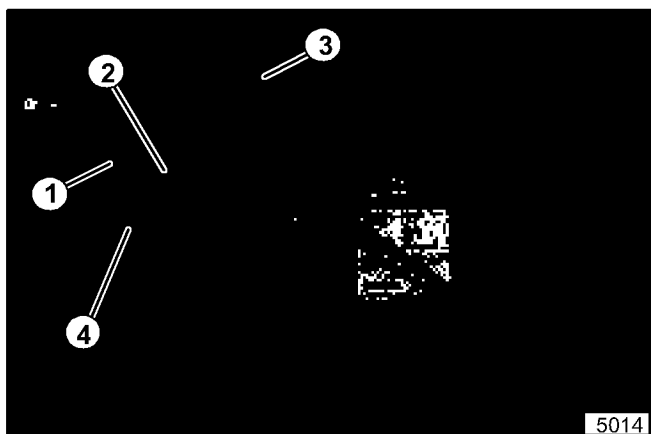

Figura 11. Cable de la Válvula de Regulación en la Parte Delantera del Motor
18. Conecte el alambre del cable de la válvula de regulación a la palanca de la válvula de regulación y sujete el cable a la placa de la válvula de regulación en la parte delantera del motor (vea la figura 11).
19. Conecte el alambre del interruptor al electrodo por detrás de la placa de la válvula de regulación (extremo opuesto del electrodo al cual está conectado el alambre del motor, vea la figura 11).
20. Sujete el cable de la válvula de regulación a la parte delantera de la cubierta del motor como es mostrado en la figura 11.